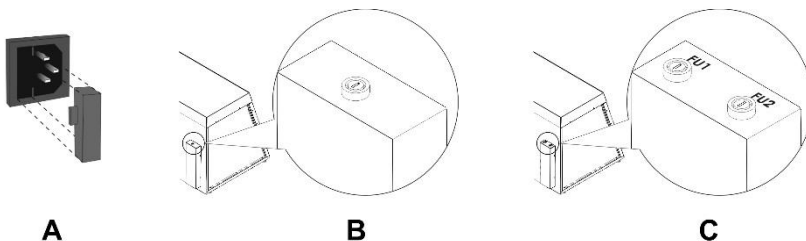

Рисунок 4. Замена предохранителя
- 7.4.1. Предохранитель в блоке управления. Отсоедините прибор от сети. Отсоедините сетевой кабель из разъема на задней панели прибора. Откройте держатель предохранителя, выдвинув его (рис. 4/А, для компактных моделей) или открутите крышку держателя FU2 (рис. 4/С, для модели UVT-S-AR). Проверьте предохранитель и, при необходимости, замените, М 3,15 А (тип М - time lag: Medium).
- 7.4.2. Предохранитель розетки (для моделей со внутренними розетками). Отсоедините прибор от сети. Открутите крышку держателя предохранителя (рис. 4/В или 4/С, FU1). Проверьте предохранитель и, при необходимости, замените, М 5,0 А (тип М - time lag: Medium).